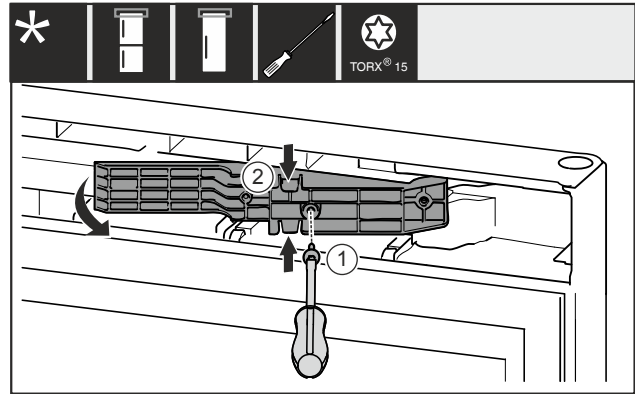

Fig. 14 *
- ▶ Schraube Fig. 14 (1) entfernen.*
- ▶ Adapterstück Fig. 14 (2) oben und unten leicht zusammendrücken und herausziehen.*